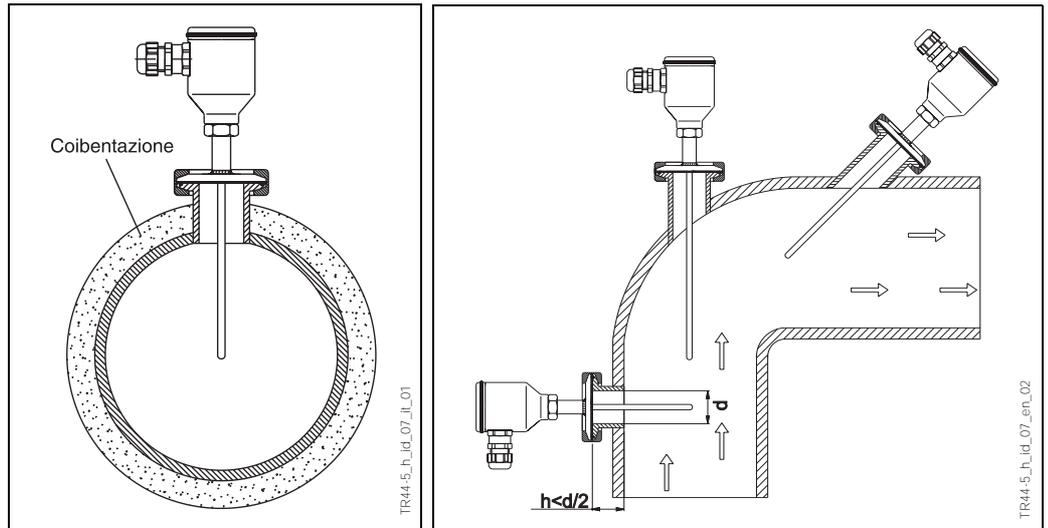

Fig. 2: Soluzioni generiche d'installazione
Per entrambi i sensori, la profondità d'immersione potrebbe influenzare la precisione della misura. Se l'immersione è insufficiente, può insorgere un errore nella temperatura rilevata dovuto alla temperatura del fluido di processo differente nei pressi delle pareti e al trasferimento di calore attraverso lo stelo del sensore. L'incidenza di tale errore può essere non trascurabile nel caso in cui sia presente una notevole differenza tra la temperatura del processo e la temperatura ambiente. Per evitare errori di misura di questo tipo, sono consigliate sonde di piccolo diametro e la lunghezza d'immersione (L) dovrebbe essere, possibilmente di almeno 80 mm. Nei condotti di piccolo diametro deve essere raggiunta la linea d'asse della tubazione e se possibile anche leggermente superata dal puntale della sonda (vedi fig. 2). L'isolamento della parte esterna del sensore riduce l'effetto prodotto dalla bassa immersione. Un'altra soluzione potrebbe essere quella di una installazione inclinata (vedi la fig. 2). In caso di flussi bifasici, occorre prestare particolare attenzione alla scelta del punto di misura, poiché potrebbero causare fluttuazioni nel valore della temperatura rilevata.
Per altre disposizioni delle connessioni, si dovrebbe seguire lo schema in fig. 2 [ $h \leq d/2$ ]. Per le connessioni saldate, occorre che l'utente presti attenzione all'esecuzione della saldatura sul lato del processo (materiale d'apporto idoneo, raggio del cordone di saldatura > 3 mm, evitando la formazione di sormonti, crateri e/o microcricche, ...). L'impiego di giunzioni filettate e di attacchi metallo su metallo non è raccomandato da alcuni standard di design igienici (come ad es. il 3-A® Standard 74-01 ed il Document 8 rispettivamente ricavati dall'EHEDG).